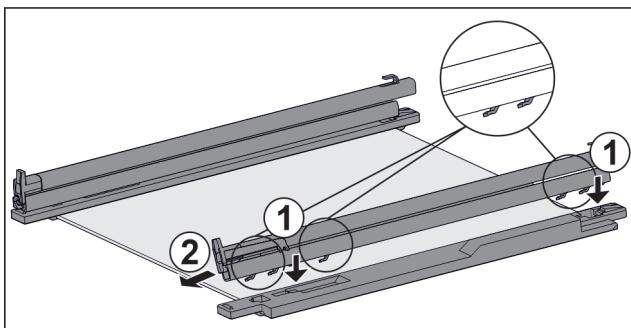

Fig. 104 Стеклянная пластина с направляющими и крепежными элементами
- ▶ Поместите крючки направляющей в отверстия **левого** крепежного элемента. Fig. 104 (1)
- ▶ Потяните направляющую вперед. Fig. 104 (2)
- ▶ Поместите крючки направляющей в отверстия **правого** крепежного элемента. Fig. 104 (1)